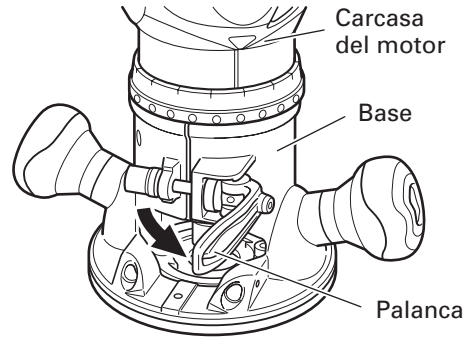
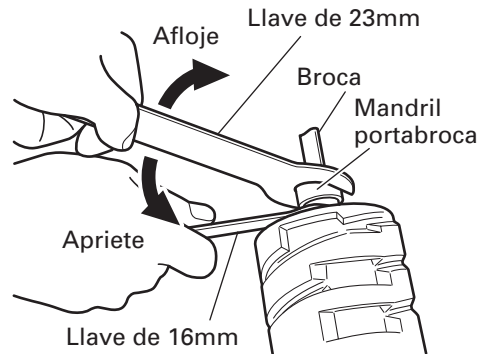

Fig. 2
Fig. 3
- (1) Retire la carcasa del motor de la base, de la siguiente manera.
- (a) Abra la palanca. (Fig. 2)
- (2) Limpie e inserte el mango de la broca en el mandril portabroca hasta al fondo y seguidamente, hágalo retroceder aproximadamente  $1/16''$  (aprox 2 mm).
- (3) Con la broca insertada y la llave de 16 mm sujetando el eje del inducido, utilice la llave de 23 mm para apretar firmemente el mandril portabroca en el sentido de las agujas del reloj (visto desde la parte inferior de la fresadora). (Fig. 3)
- (4) Cuando se utiliza la broca de mango de  $1/4''$ , reemplace el mandril portabroca equipado con una de las brocas de mango de  $1/4''$  suministradas como accesorio estándar.